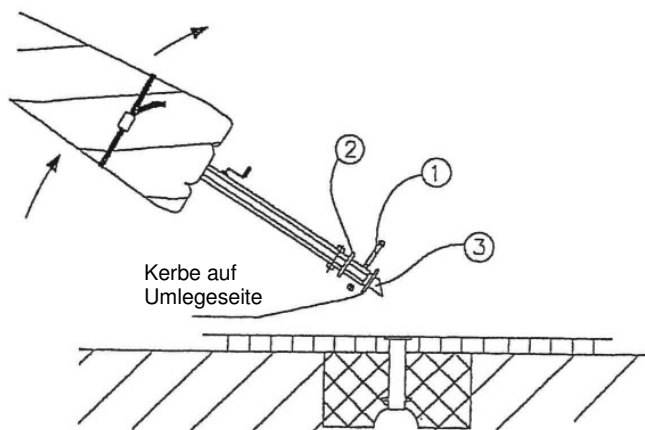
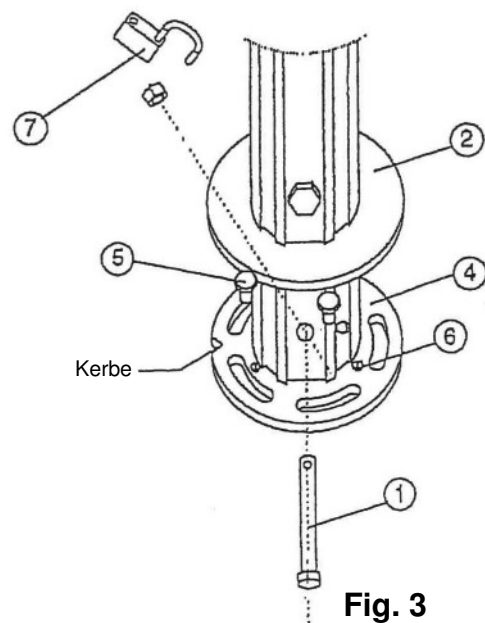

Fig. 2
Fig. 3
- Verbindungsbolzen (1) Mast/Standrohr entfernen (Fig. 2).
- Schirm etwa 30° schräg anheben und Standrohrkeil (3) in Bodenhülse anstellen.
- Schirm aufrichten, bis Standrohrnordelle (4) auf Bodenhülsenrondelle flach aufliegt (Fig. 3).
- Schirm senkrecht festhalten, Schrauben-Abdeckblech anheben und die 5 Verankerungsschrauben (5) einsetzen, noch nicht festziehen.
- Falls Schirm nicht schön senkrecht steht: Verankerungsschrauben (5) leicht lösen und mit Nivellierschrauben (6) justieren.
- Schrauben-Abdeckblech (2) auf Standrohrnordelle absenken, Verbindungsbolzen (1) oberhalb Abdeckblech einsetzen, festziehen und gegebenenfalls abschliessen (7).